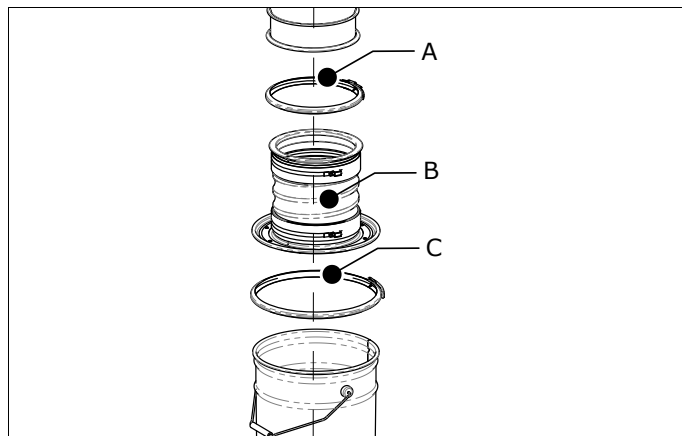

Рис. 4.2: Установка пылесборника
- Ослабьте быстроразъемное соединение (см. Рис. 4.2С) и уберите пылесборник.